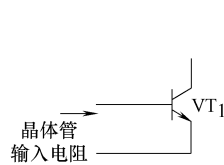

图 11-92 晶体管输入电阻示意图
1) 晶体管输入电阻。晶体管输入电阻是没有直流偏置电阻情况下, 从晶体管输入端向里看的电阻, 如图 11-92 所示。